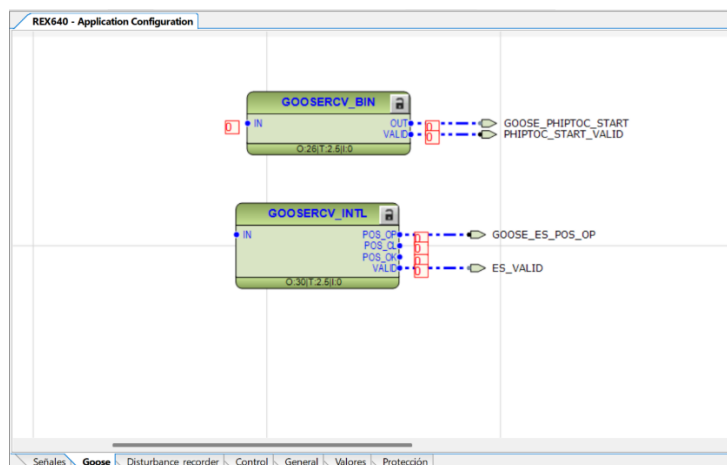

Imagen 392_Work Online de la aplicación GOOSE del REX640.
6.1.2 Recordamos que nuestro sistema consta de la interconexión de la computadora y los relevadores REF615 y REX640 mediante un switch Ethernet, sabiendo esto, para la comunicación GOOSE recordando que será entre el REF615 y el REX640, por lo que al no poder inyectar mediciones de manera directa en los relevadores vamos a desconectar uno de ellos. En este caso se desconectará el relevador REF615, por lo tanto, se procede a desconectar físicamente el relevador REF615 y al cabo de 20 segundos observamos que la salida ES_VALID cambia del estado de validación 1 a 0, como observamos en la **Imagen 392**.